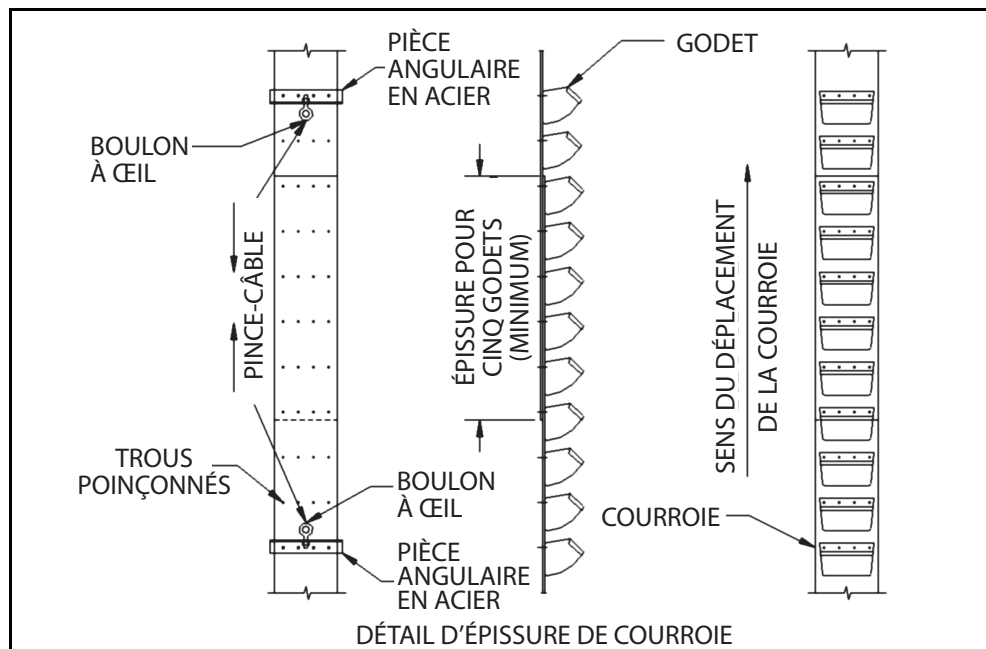

Figure 3.11
9. Utiliser la deuxième pièce angulaire et l'attacher à la courroie; utiliser un pince-câble pour tirer les deux extrémités de la courroie jusqu'à ce qu'elle soit tendue et que les trous d'attache de godet dans la courroie soient alignés. Les trous d'attache de godet qui sont déjà perforés sont utilisés pour boulonner ensemble les extrémités de courroie. Des boulons de godet plus longs sont utilisés pour l'épissage. Ces boulons attachent aussi les godets sur la portion épissée de la courroie. La longueur du chevauchement au niveau de l'épissure doit permettre de recouvrir cinq godets (Figure 3.11). Si possible, suspendre la courroie pendant 24 heures pour qu'elle s'étire.